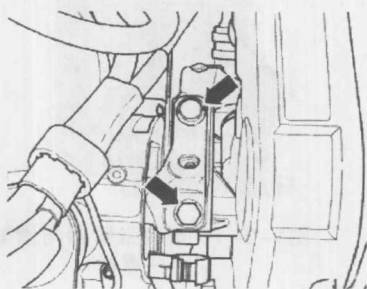

图1-4-3 取出机组支架
- ⑪旋出机组支承/发动机支架的紧固螺栓并将整个机组支架拆下,如图1-4-3所示。